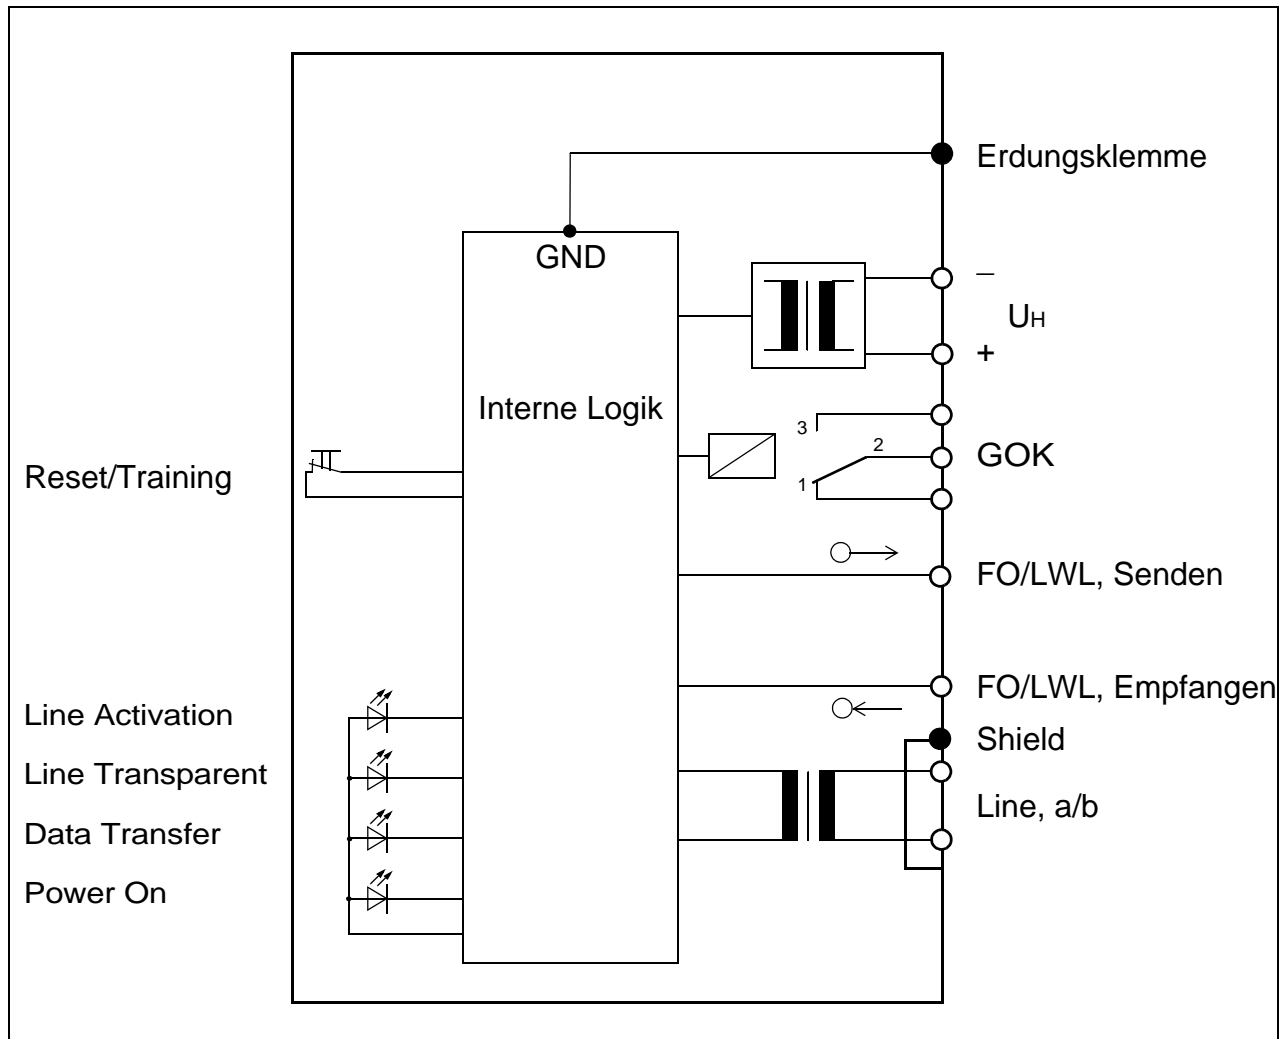

Bild 2 Hardwarestruktur des KU–KUs für Hilfsadernpaar
- Line:** Das Hilfsadernpaar (geschirmtes Kupferkabel empfohlen) ist auf die Line-Schnittstelle mit der 2-poligen Schraubklemme (Line) aufzulegen (ein Adernpaar). Der rechts danebenliegende Shield-Anschluss ist mit der Schirmung des Kupferkabels zu verbinden. Die Line-Signale sind von den anderen elektrischen Kreisen galvanisch getrennt (Bild 2) und werden über das Hilfsadernpaar mit der Gegenseite ausgetauscht.